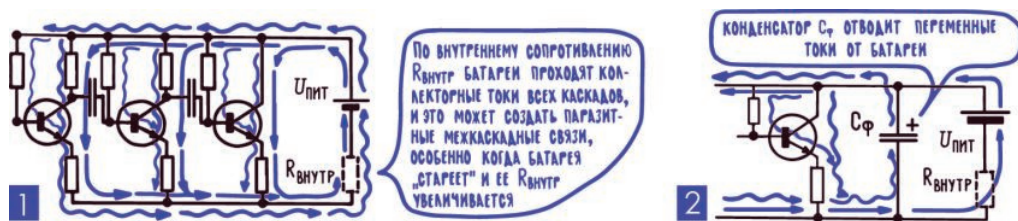
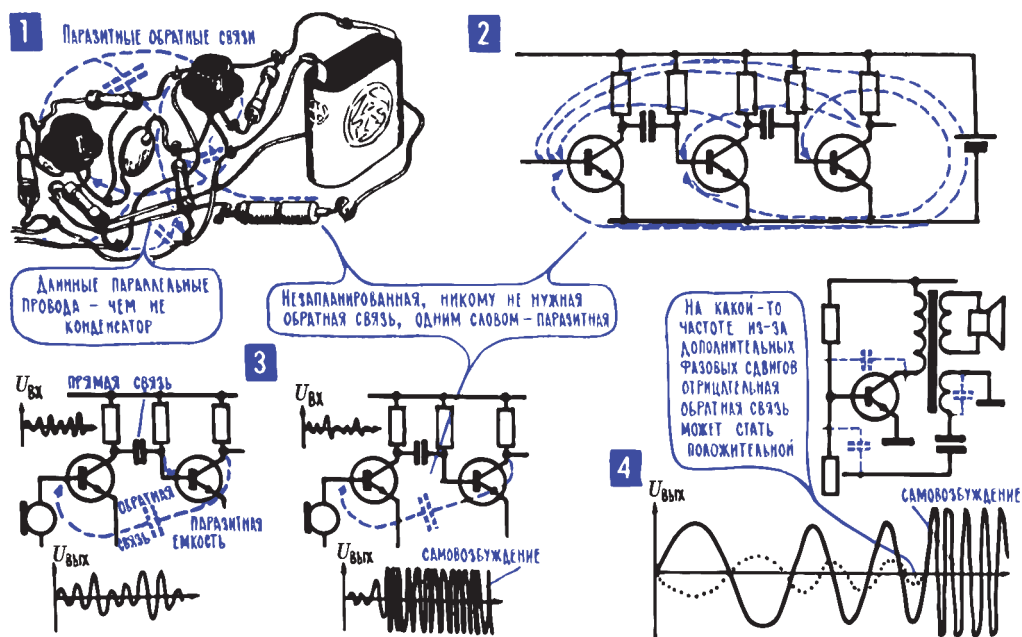

Рис. 12.7. Паразитные связи между каскадами через источник питания
Рис. 12.13. Паразитные обратные связи в усилителях
Механизм появления паразитной связи по питанию очень прост. Переменная составляющая какого-либо коллекторного тока проходит по внутреннему сопротивлению источника и создает на нем переменное напряжение, которое неизбежно попадает на коллектор, а через резистор смещения – и на базы других транзисторов (рис. 12.7; 1). Способ борьбы с этой неприятностью тоже несложен – источник питания шунтируют конденсатором  $C_\phi$  (рис. 12.7; 2), через который все переменные составляющие замыкаются беспрепятственно. Кроме того, в цепи включают развязывающие фильтры, задача которых – замкнуть переменную составляющую коллекторного тока на месте, вблизи транзистора, не пустить ее в общие
18. Фазовые сдвиги в усилителе могут привести к возникновению положительной обратной связи, к превращению усилителя в генератор. Помимо тех цепей отрицательной обратной связи, которые вводятся специально, в частности для ослабления нелинейных искажений, могут появиться незапланированные, паразитные цепи обратной связи. Например, через источник питания (рис. 12.7). Или через общие для входа и выхода участки самого транзистора. Или, наконец, через электрические и магнитные поля, которые создаются выходными цепями и наводят сигнал во входных цепях (рис. 12.13).